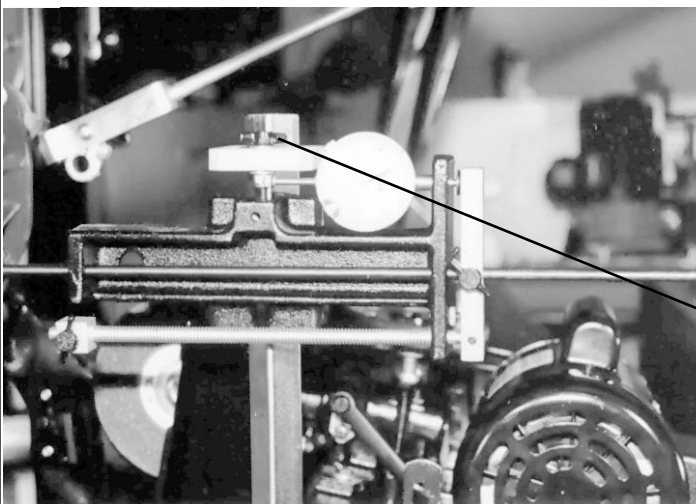

FIG. 47
- Abbassare il pezzo di scorrimento indicatore ruotando la manopola B di regolazione micrometrica finché la barra di allineamento non tocca leggermente la parte superiore o inferiore dell'albero centrale del cilindro. Vedere la FIG. 47.